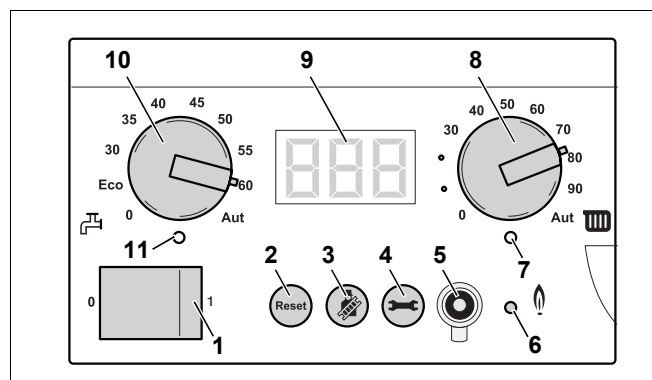

Fig. 89 Controler de bază BC10
- Opriți instalația de încălzire cu comutatorul de funcționare al controlerului de bază BC10 (Fig. 89, **Poz. 1**).
- Porniți instalația de căldură cu comutatorul de funcționare al controlerului de bază BC10 (Fig. 89, **Poz. 1**).
- După ce se aprinde LED-ul "Arzător" (Fig. 89, **Poz. 6**) așteptați un minut până ce cazanul de încălzire arde la sarcină parțială.
- Apăsăți tasta "Coșar" (Fig. 89, **Poz. 3**) și țineți-o apăsată (circa două secunde), până când apare punctul în dreapta jos pe display (Fig. 89, **Poz. 9**). Vezi pentru aceasta Tab. 9, "Testul gazelor de evacuare", pagina 45.